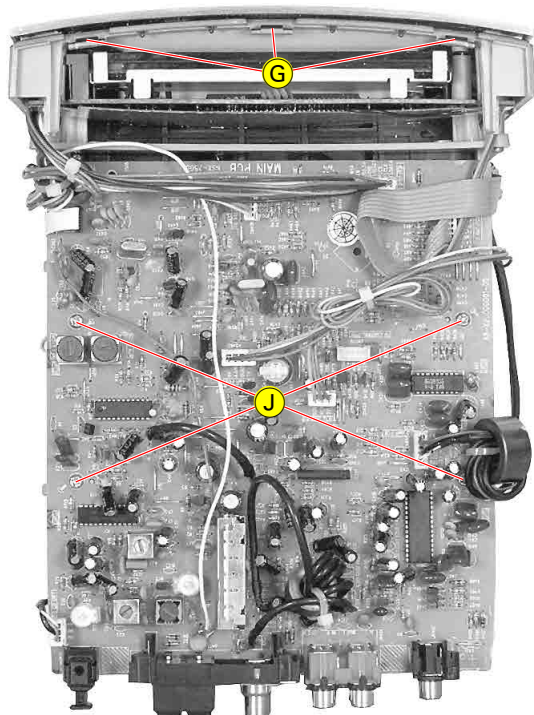

Fig. 6
- Oberteil hinten anheben und aus den 3 Rastungen (G) (Fig. 6) ausrasten.
- Lift top cover at the rear side and unhook the 3 catches (G) (Fig. 6).
- 4 Schrauben (J) (Fig. 6) herausdrehen.
- Undo 4 screws (J) (Fig. 6).